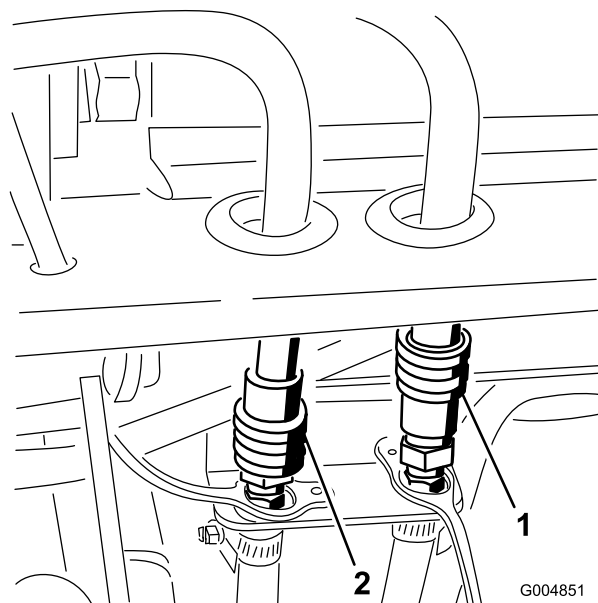

Figure 35
26. Branchez les flexibles de retour et de pression de la cabine aux raccords rapides du support de cadre arrière (Figure 35).